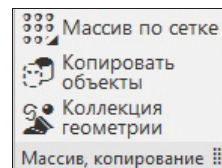

Рис. 25.8. Панель
- ◆ Панель инструментов **Массив и копирование** (рис. 25.8) — содержит команды создания массивов;